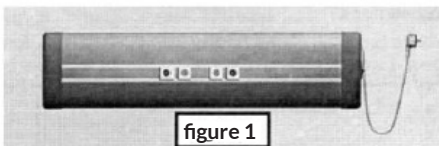

figure 1
1. Le radiateur est équipé de 4 supports et connecteurs. De plus, il y a 4 rondelles de 25x25 mm à l'arrière de l'appareil. Prenez deux rondelles (voir fig. 1) et utilisez les vis pour fixer deux supports à l'arrière de l'appareil (voir fig. 2).